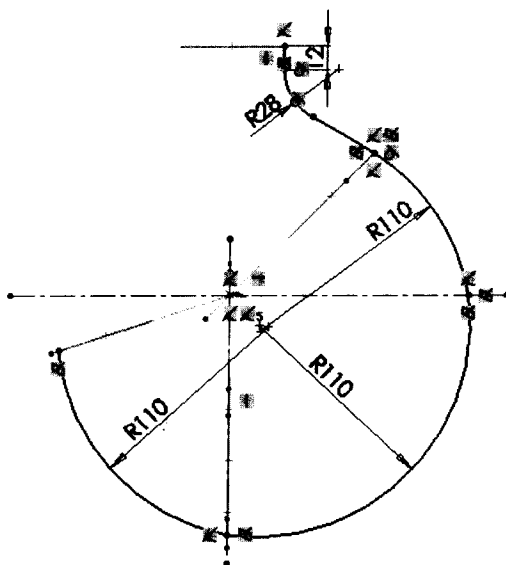

图 1-11 草图 7
⑪ 创建草图 7。在特征管理器设计树中选择“前视基准面”作为草图绘制平面。单击  (草图绘制) 工具, 再单击草图工具栏中的  (中心线) 工具、 (直线) 工具、 (三点圆弧) 工具、 (切线弧) 工具绘制草图。单击尺寸/几何关系工具栏中的  (智能尺寸) 工具标注尺寸, 利用  (添加几何关系) 工具, 添加各个相互接触的曲线间的相切几何关系, 同时保证草图 7 中各段曲线的端点与相邻草图 2-6 间的穿透几何关系。单击“工具”→“草图绘制工具”→“剪裁”命令, 修剪草图, 如图 1-11 所示。单击  (退出草图) 图标, 完成草图 7 的绘制。